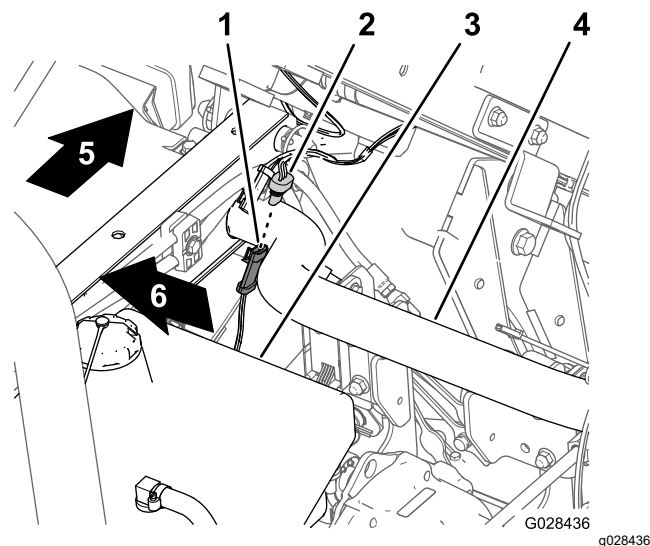

Figure 17
- Sur le faisceau de câblage du pulvérisateur, localisez le connecteur à 3 douilles du circuit du capteur de vitesse (Figure 17).
2. Branchez le connecteur à 3 broches du faisceau du capteur de vitesse sur la machine au connecteur à 3 douilles du faisceau du capteur de vitesse sur le pulvérisateur (**Figure 17**).